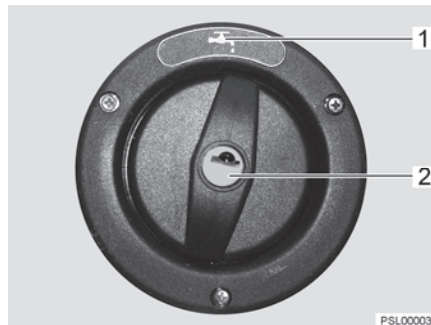

Bild 115 Verschlussdeckel für Trinkwasser-Einfüllstutzen
Der Trinkwasser-Einfüllstutzen ist mit dem Symbol "☕" (Bild 115,1) gekennzeichnet. Der Verschlussdeckel wird mit dem Schlüssel für die Außenklappenschlösser geöffnet und verschlossen.
- Schlüssel in Schließzylinder (Bild 115,2) stecken und eine viertel Umdrehung entgegen dem Uhrzeigersinn drehen.
- Trinkwasser-Einfüllstutzen (Bild 115) öffnen.